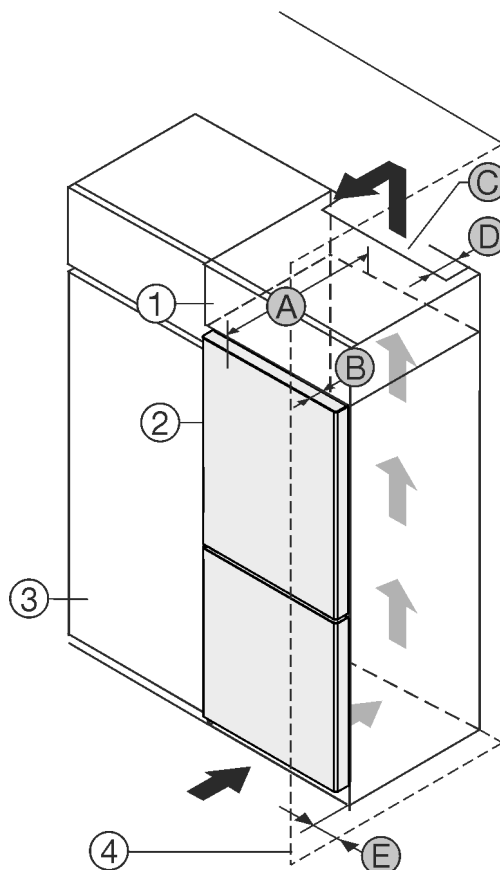

Fig. 1
- (1) Viseći ormar
- (2) Uređaj
- (3) Kuhinjski ormar
- (4) Zid
- (A) Dubina uređaja
- (B) Dubina vrata
- (C) Ventilacijski presjek
- (D) Udaljenost od stražnje strane uređaja
- (E) Udaljenost od bočne strane uređaja
Uređaj možete postaviti neposredno pored kuhinjskog ormara Fig. 1 (3).
Na stražnjoj strani visećeg ormara treba postojati otvor za odzračivanje dubine Fig. 1 (D) po cijeloj širini visećeg ormara.
Ispod stropa prostorije treba poštovati ventilacijski presjek Fig. 1 (C).
Kada se uređaj postavlja s okovima pored zida Fig. 1 (4), razmak između uređaja i zida mora iznositi najmanje 13 mm.
Kada se uređaj postavlja s okovima pored zida Fig. 1 (4), razmak između uređaja i zida mora iznositi najmanje 20 mm.
Kako biste vrata mogli potpuno otvoriti, uređaj mora biti za dubinu vrata Fig. 1 (B) ispred u odnosu na prednjicu kuhinjskog ormara. Ovisno o dubini kuhinjskih elemenata Fig. 1 (3) i uporabi zidnih odstojnika, uređaj može i dalje stršati.